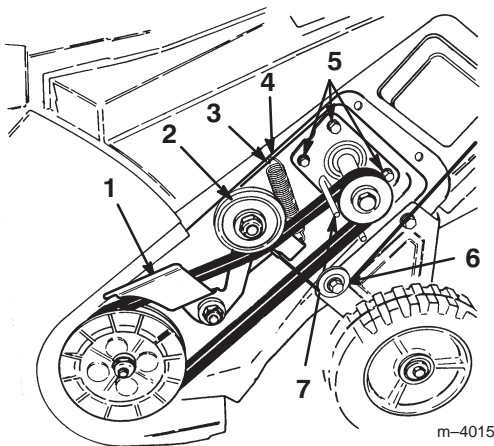

Bild 13
6. Lockern Sie die vier Motoraufhängungsmuttern so weit, dass Sie die Riemenführung von der Riemenscheibe abdrehen können (Bild 13).
13. Stellen Sie sicher, dass das lange Ende der Spannfeder in das Gehäuseloch und das runde Ende der Feder in den Bremsarm eingehakt werden (Bild 13).
14. Heben Sie die Bremsarmgruppe an, drücken den neuen Treibriemen zusammen und verlegen ihn unter der Spannscheibe (Bild 13).
Wichtig Stellen Sie sicher, dass der Antriebszug auf der Zugscheibe liegt, bevor Sie die linke Seitenabdeckung montieren (Bild 13).